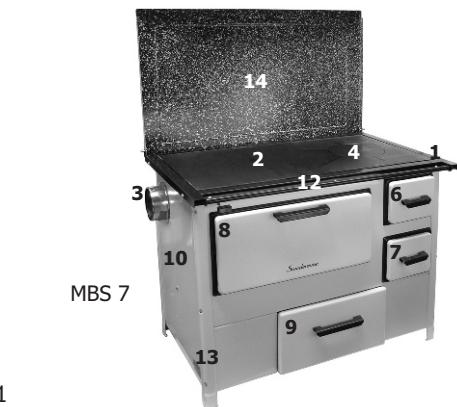

Рисунок 1
### Составные элементы плиты (Рисунок 1):
- дверцу зольного ящика оставьте открытой до появления стабильного огня, после закрытия интенсивность горения регулируйте с помощью регулятора подачи воздуха (рисунок 1, позиция 5)
- При добавлении топливо, приоткройте дверцу (рисунок 1, позиция 6) на несколько градусов, подождите 4-5 секунд и только после этого медленно откройте до конца. Не открывайте дверцу быстро, т.к из плиты могут выпасть искры огня